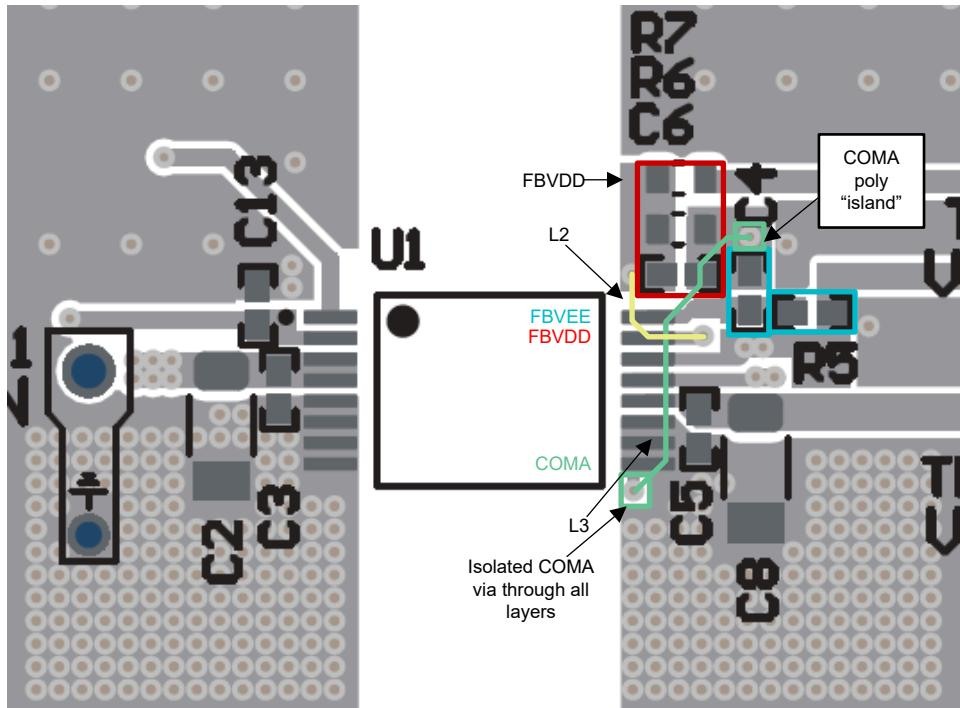

图 8-6. FBVDD (R6-7、C6)、FBVEE (R5、C4)、COMA 布线
- 图 8-6 显示了布局示例，其中 L2 (黄色) 布线在第 2 层，L3 (绿色) 布线在第 3 层。